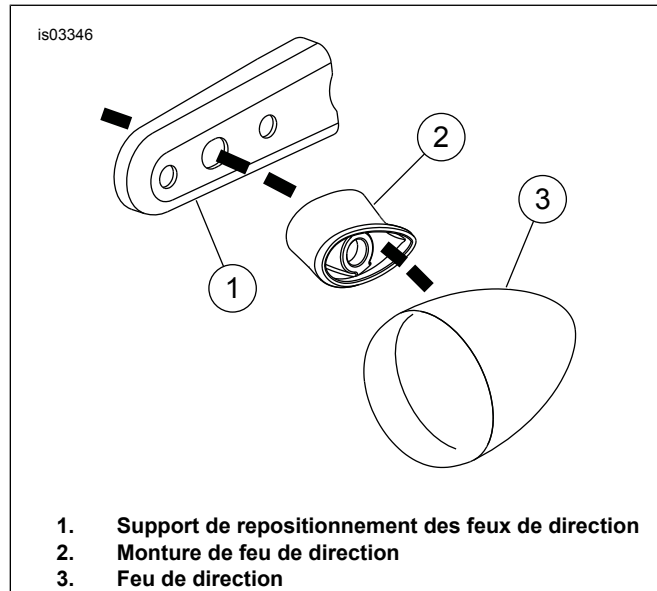

Figure 7. Acheminer le câblage dans le support de repositionnement et la montage
1. Voir la Figure 7. Acheminer le câblage et le connecteur de feu de direction à travers le trou du milieu dans le support de repositionnement de feu de direction et sous l'arrière du support de garde-boue.